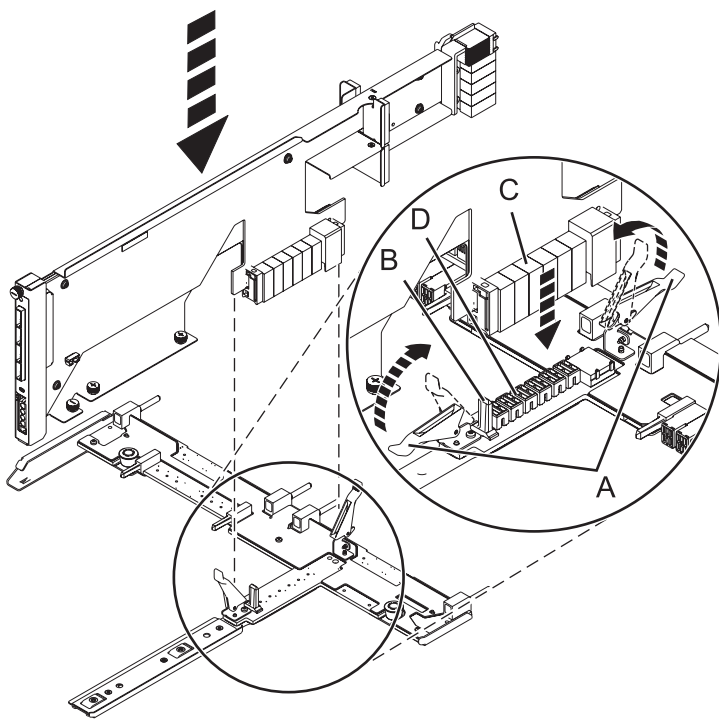

Figure 44. Installation de la carte d'extension SAS dans le fond de panier central
- a. Placez le connecteur de la carte (C) sur le raccord du fond de panier central (D) en vous aidant du guide (B) pour assurer un raccordement adéquat.
- b. Relevez le levier (A) pour insérer et fixer la carte d'extension SAS dans le fond de panier central, comme indiqué dans la figure 44, à la page 58.